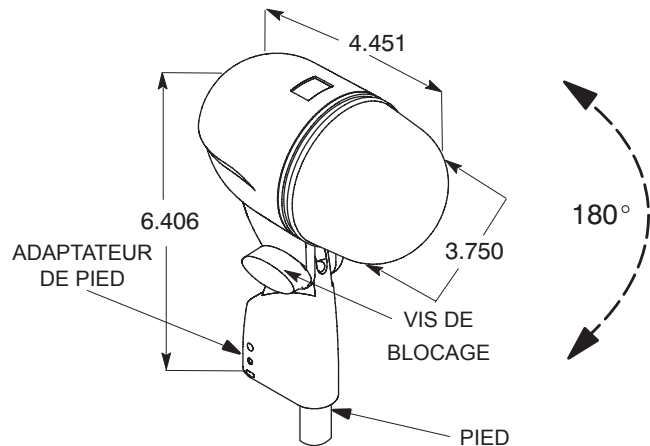

FIGURE 3
1. Visser l'adaptateur intégré sur le haut d'un pied de microphone (voir la figure 3). S'assurer que la vis de blocage de l'adaptateur est desserrée. Régler la hauteur du pied.